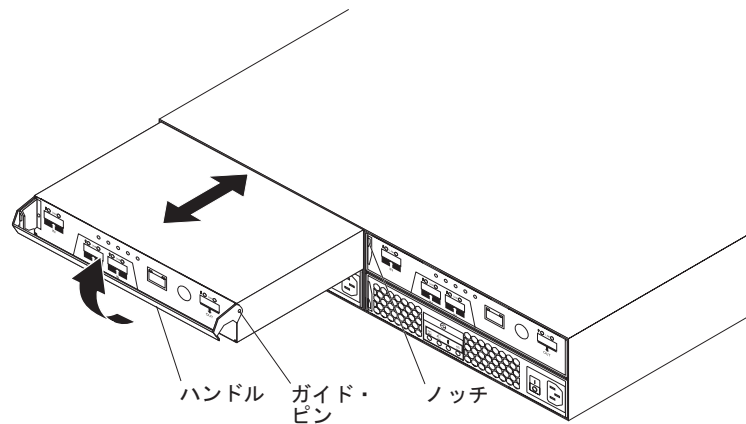

図 56. コントローラーのインストール
- b. 91 ページの図 56 に示されているように、ゆっくりハンドルをシャーシから引き離して、フィルター・パネルをベイから取り外します。
- b. コントローラーの側面にあるガイド・ピンが、DS3400 シャーシのノッチに収まることを確認します。図 56 を参照してください。